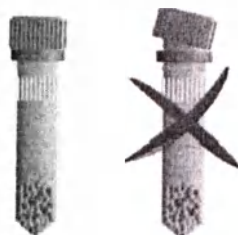

Рисунок 1.
- Крышки должны сидеть ровно (см. рис. 1).